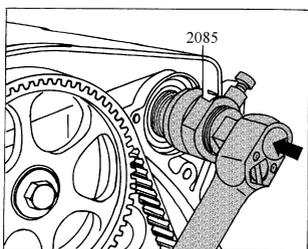

图 2-99 将 2085 内部件拧出两圈
6) 将 2085 内部件拧出两圈 (约 3mm), 用滚花旋鈕固定 (图 2-99)。